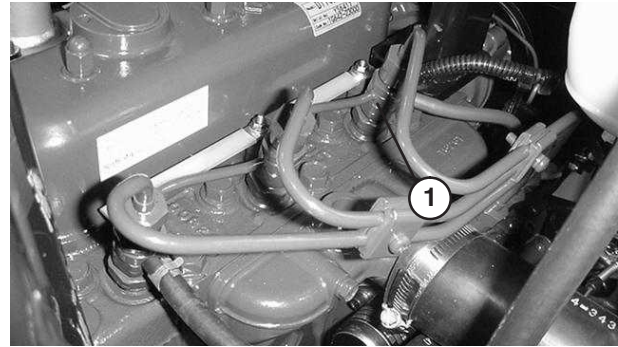

Bild 50
1. Lösen Sie den Leitungsanschluss an der Einspritzdüse Nr. 1 und der Halterung an der Einspritzpumpe (Bild 50).